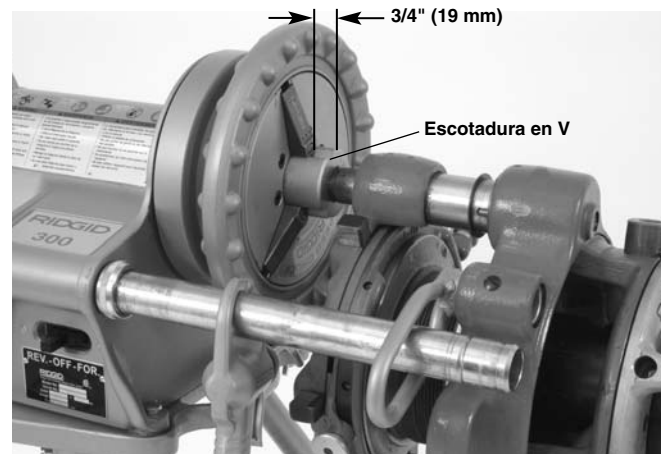

Figura 12 – Colocación de la barra de tracción dejando espacio para el aceitado
- Use el equipo apropiado para levantar la roscadora a engranajes y colóquela sobre el extremo del tubo, con un mandril del portaherramientas orientado hacia arriba. Si se levanta a mano, por lo menos dos personas tienen que hacerlo, utilizando las manijas. Esté consciente del peso del equipo: el Modelo 141 pesa 93 libras (42 kg) y el Modelo 161 pesa 158 libras (72 kg). Deje expuesta una longitud de unas $\frac{3}{4}$ " (19 mm) de la barra de tracción frente al mandril para dejar espacio suficiente para colocar aceite (*Figura 12*). Apriete las piezas del mandril en las tres escotaduras en forma de "V" en el cabezal de la barra de tracción. Cierre el cabezal de centrado trasero sobre la barra de tracción. Asegure la estabilidad y seguridad de la roscadora a engranajes y la motopropulsora.
3. Use el equipo apropiado para levantar y colocar la roscadora a engranajes. Si se levanta a mano, por lo menos dos personas tienen que hacerlo, utilizando las manijas. Esté consciente del peso del equipo: el Modelo 141 pesa 93 libras (42 kg) y el Modelo 161 pesa 158 libras (72 kg). Deje expuesta una longitud de unas 3/4" (19 mm) de la barra de tracción frente al mandril para dejar espacio suficiente para colocar aceite (*Figura 12*). Apriete bien las piezas del mandril en las tres escotaduras en forma de "V" en el cabezal de la barra de tracción. Cierre el cabezal de centrado trasero sobre la barra de tracción. Asegure la estabilidad y seguridad de la roscadora a engranajes y la motopropulsora.